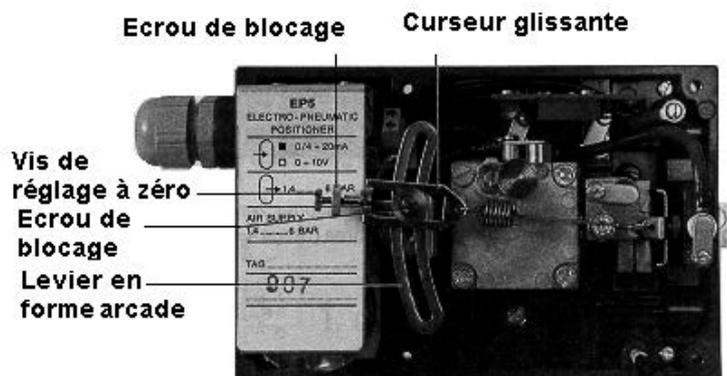

Fig. 12
Dévisser l'écrou de blocage central (voir Fig. 12). Tourner la vis micrométrique jusqu'à ce que le clapet commence à bouger. Serrer l'écrou de blocage.
Augmenter le signal d'entrée jusqu'à la valeur maximale (normalement 20 mA ou 10 V, dépendant du process) et vérifier que la vanne ait parcouru sa course complète. Si nécessaire, desserrer l'écrou de blocage (voir Fig. 12) et glisser le curseur glissant vers le haut ou vers le bas dans le secteur inférieur ou supérieur du levier en forme arcade. Glisser le curseur vers l'extrémité du levier diminue la course et vice-versa. A l'exception des vannes à 3 voies, l'ouverture complète est atteinte avant que la vanne soit en contact avec l'arrêt mécanique de l'ensemble clapet/servomoteur. Eviter un réglage où il y a contact avec cet arrêt mécanique. Contrôler le signal d'entrée en variant le signal vers le signal maximal. Répéter le réglage jusqu'à ce que la course requise soit atteinte au signal d'entrée maximal.
**Important:** Le réglage à zéro et le réglage de la course avec l'EP5 ne sont pas indépendants l'un de l'autre. Contrôler donc de nouveau le réglage à zéro (voir Étape 4). Il peut être nécessaire de répéter les étapes 4 et 5 plusieurs fois avant d'accomplir un réglage à zéro et de la course acceptable. Pour un réglage plus fin de la course (+/- 5%) le potentiomètre (voir Fig. 12) peut être appliqué. Ce potentiomètre-ci ne peut être appliqué que pour le réglage fin et ne peut jamais remplacer le réglage comme décrit ci-dessus.